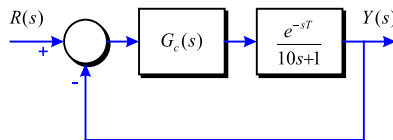

Figura 5-11
**Problema 142** Un actuator electrohidràulic és utilitzat en un robot manipulador de la forma mostrada a la Figura 5-11, amb  $T = 2s$ .